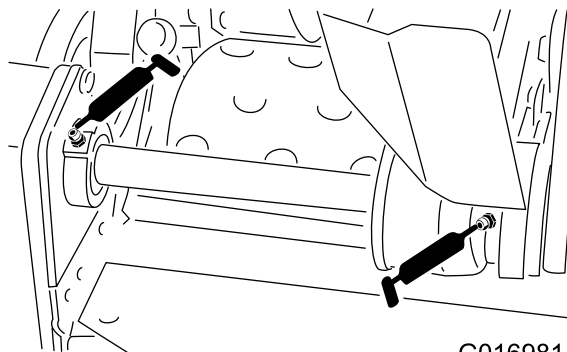

Рисунок 20
- 2 на подшипниках противовеса барабана (Рисунок 20)